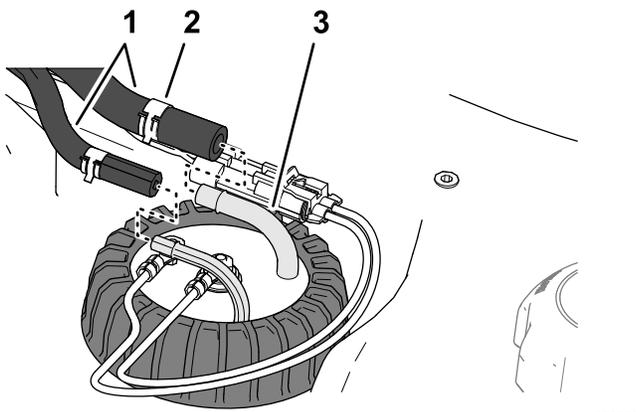

Figura 93
5. Monte o tubo nas uniões da alimentação de combustível e fixe os tubos às uniões com as abraçadeiras (Figura 93).